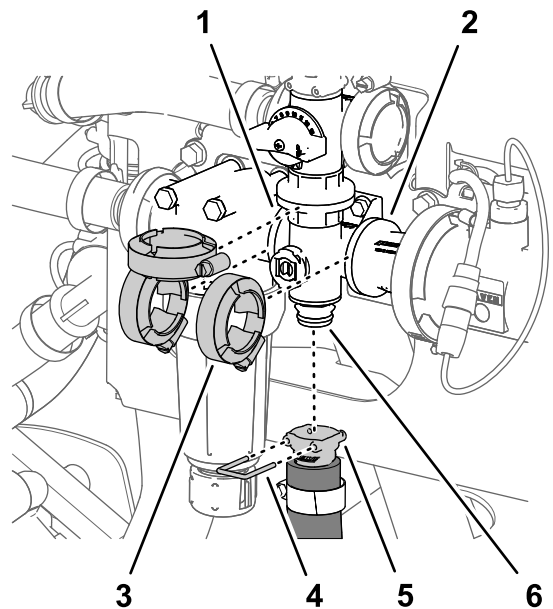
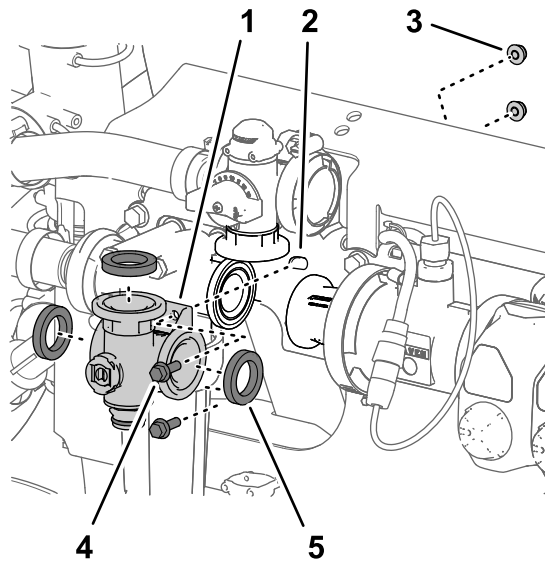

Bild 136
Bild 135
1. Fluchten Sie den Flansch des Rührwerkventilverteilers und drei Dichtungen mit den Flanschen des Rührwerksicherheitsventils, des Druckfilterkopfs und dem Kupplungsadapter aus (Bild 135 und Bild 136).
2. Befestigen Sie den Rührwerkventilverteiler mit drei Flanschklappen, die Sie in Entfernen des Rührwerkverteiler-ventils \(Seite 91\) entfernt haben, lose am Rührwerksicherheitsventil, am Druckfilterkopf und am Kupplungsadapter (Bild 136).
5. Ziehen Sie die drei Flanschklappen mit der Hand an (Bild 136).
6. Befestigen Sie die Schnellkupplung des Rührwerkschlauchs mit dem Schnellkupplungsstift am Schnellkupplungsanschlussstück des Rührwerkventilverteilers (Bild 136).